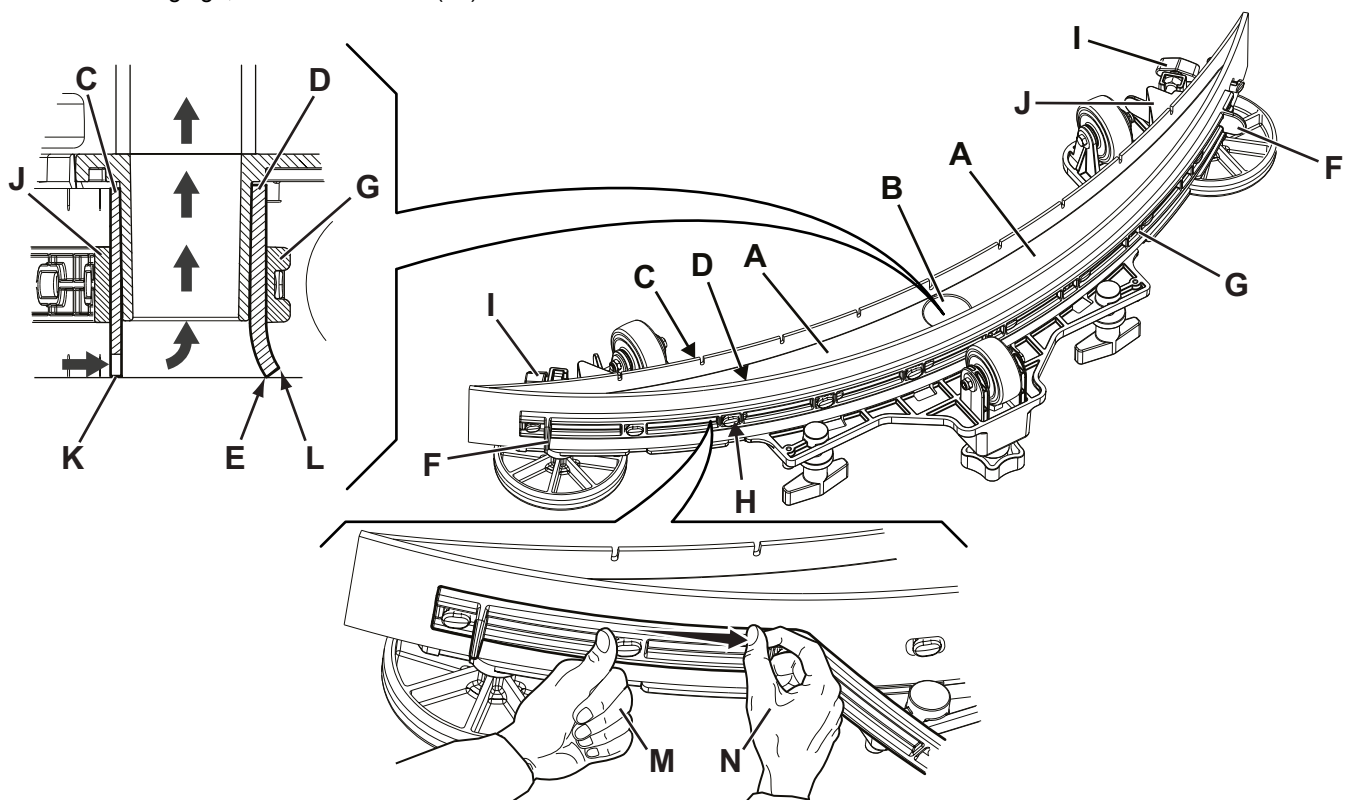

Figure 11
2. S'assurer que la machine est éteinte avec la clé opérateur (52) retirée.
3. Desserrer les boutons (32) et déposer l'embouchure (13).
4. Laver et nettoyer l'embouchure. Nettoyer en particulier les compartiments (A, Fig. 11) et l'orifice (B) de la saleté et des déchets. Contrôler que la lamelle en caoutchouc avant (C) et la lamelle en caoutchouc arrière (D) sont intactes et qu'elles ne présentent pas de coupures ou déchirures ; en cas contraire, les remplacer comme indiqué au paragraphe suivant.
2. Contrôler que la lamelle en caoutchouc avant (C, Fig. 11) et la lamelle en caoutchouc arrière (D) sont intactes et qu'elles ne présentent pas de coupures ou déchirures ; en cas contraire, les remplacer en procédant comme suit. Contrôler que l'arête avant (E) de la lamelle en caoutchouc arrière n'est pas usée ; en cas contraire, tourner la lamelle en caoutchouc, en remplaçant l'arête usée avec l'une des trois arêtes intactes. Si toutes les arêtes sont usées, remplacer la lamelle en caoutchouc en procédant comme suit :
- À l'aide de la lamelle (F), libérer et retirer la bande élastique (G) des dispositifs de retenue (H), puis remplacer/renverser la lamelle en caoutchouc arrière (D).
- Pour la repose, procéder dans l'ordre inverse de la dépose. Fixer la bande élastique (G) aux dispositifs de retenue (H) à partir d'un côté. Fixer les dispositifs de retenue un à un, en bloquant la bande avant le dispositif de retenue d'une main (M) et en la tirant avec l'autre main (N) pour faciliter la fixation.
- Dévisser les boutons (I) et enlever la bande de retenue (J), puis remplacer/renverser la lamelle en caoutchouc avant (C).
3. Reposer l'embouchure (13) et serrer les boutons (32).
- Vérifier que le rabat (K) de la lamelle en caoutchouc (C) et le rabat (L) de la lamelle en caoutchouc arrière (D) posent comme indiqué sur la figure.
- Pour le réglage, utiliser la manette (33).